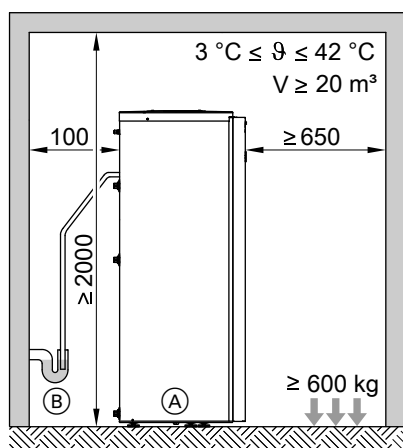

Abb. 5
- Für Service- und Wartungsarbeiten unbedingt die Mindestabstände einhalten (siehe Abb. 5 bis 8).